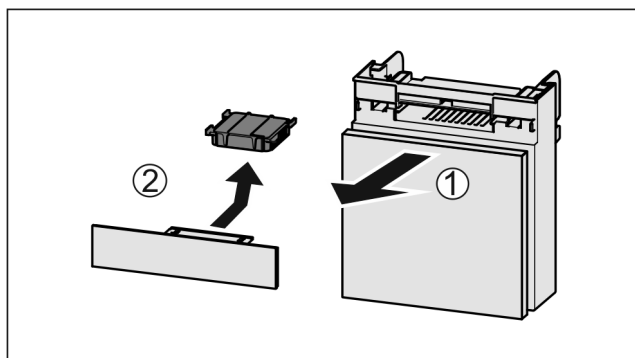

Fig. 151
- Pretinac izvucite Fig. 151 (1) prema naprijed.
- Izvadite filter s aktivnim ugljenom Fig. 151 (2).